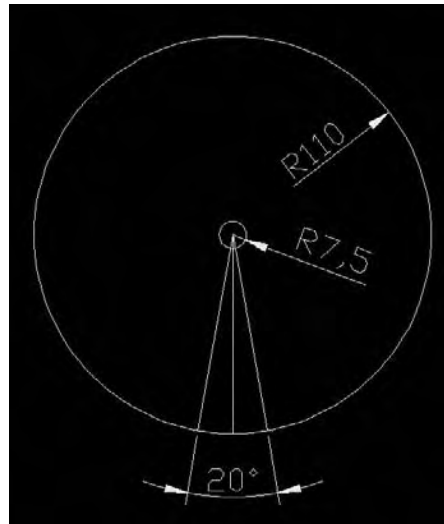

Fig.15.1
- 3 Effectuez une rotation copie de cette ligne de  $10^\circ$  puis une rotation de  $-10^\circ$  (fig.15.1).